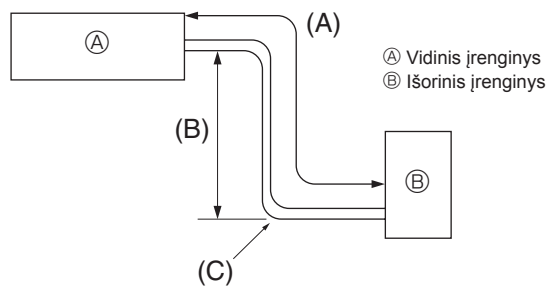

Fig. 5-1
5.1. Šaltnešio vamzdelis (Fig. 5-1)